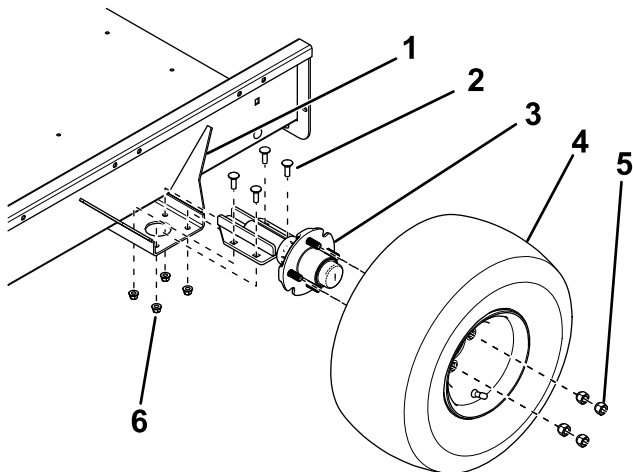

Figura 2
2. Servendovi dei 4 bulloni a testa tonda e dei 4 dadi di bloccaggio montate un assale sul lato superiore delle staffe di montaggio su ciascun lato del pianale del rimorchio, come illustrato nella Figura 2.
3. Montate un gruppo ruote su ogni mozzo dell'assale con 4 dadi a staffa (Figura 2) e serrate i dadi a 108,5 N·m.
3. Regolate la posizione delle staffe di montaggio dell'assale in modo che la distanza interasse anteriore sia di circa 3 mm inferiore rispetto a quella posteriore (Figura 2).